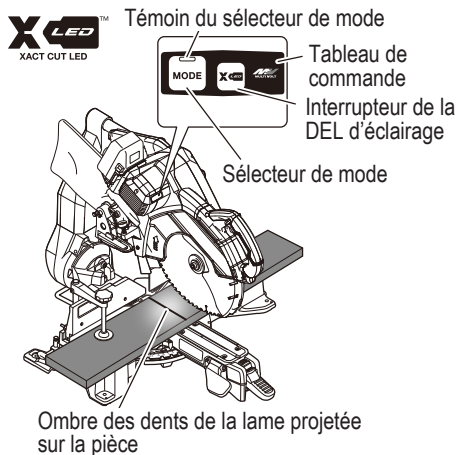

Fig. 28
14. Système d'éclairage DEL (Fig. 28) [XACT CUT LED™]